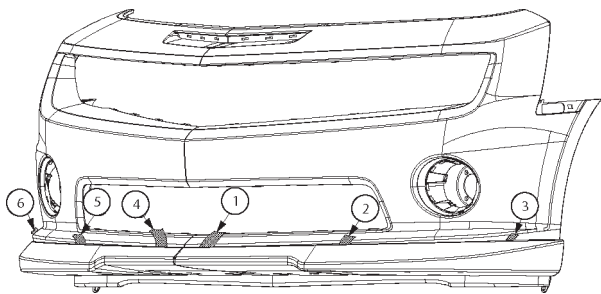

FIGURE 37
14. Avec l'aide de deux personnes, retirer les languettes de ruban. Imprégner après chaque dépose de languette de ruban en appuyant fermement (15 lb) contre le revêtement. Se reporter à la Figure 37.